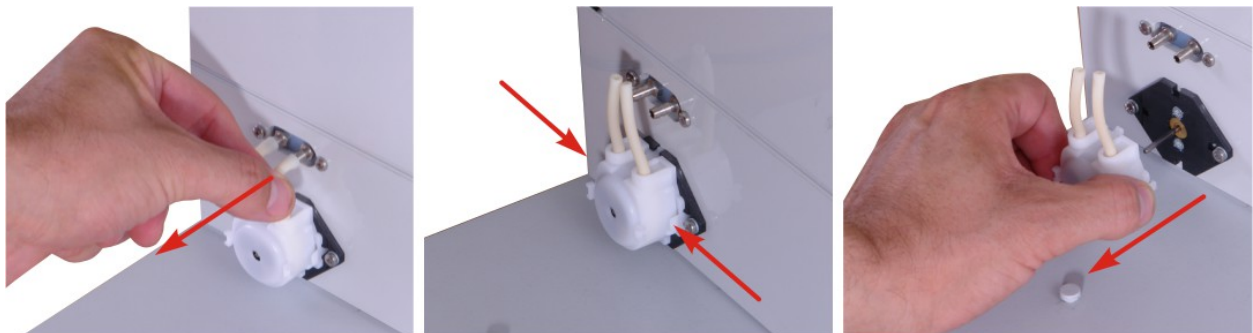

图 54. maMoS 监测器的蠕动泵 (箭头指示的释放闩锁的方向)
3. 拆除头部 - 用手指挤压头部, (图 54.)。将头轻轻从轴里滑落.